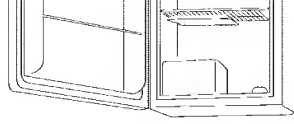

fig. 3
- Para descongelar el congelador, retire los alimentos y la charola para cubos de hielo del compartimiento del congelador. Su modelo puede requerirle colocar la bandeja del goteo bajo sección del congelador (véase fig. 3). Para descongelar, gire dial del control de temperatura a la posición de "OFF" (Apagado). La descongelación generalmente se lleva a cabo en unas cuantas horas. Para descongelar más rápido, mantenga la puerta abierta y coloque un recipiente con agua tibia dentro del refrigerador.